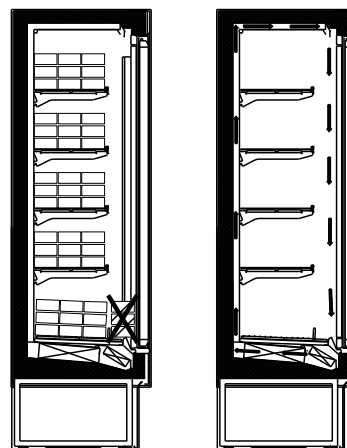

Рис. 15
- Не загромождать отверстия циркуляции холода, которые обеспечивают необходимый поток воздуха (Рис. 15)